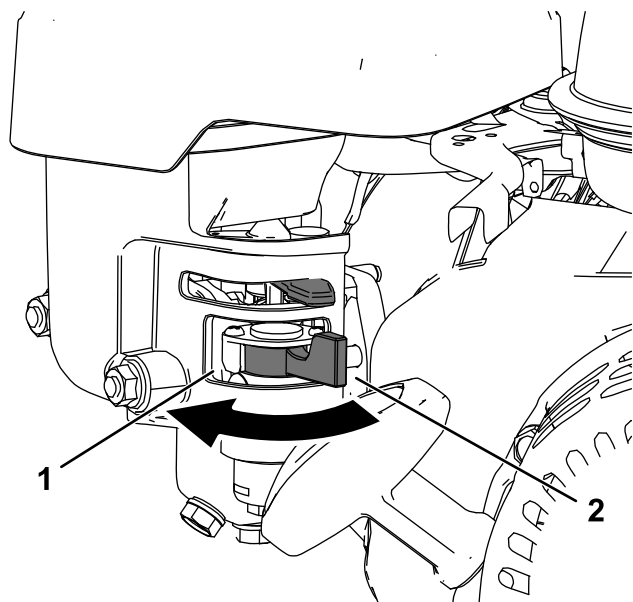

図 19
- バルブを開く場合バルブのレバーをリコイルスタータハンドルの方へ回す 図 19。
- バルブを閉じる場合レバーをリコイルスタータハンドルと反対の方へ回す 図 19。